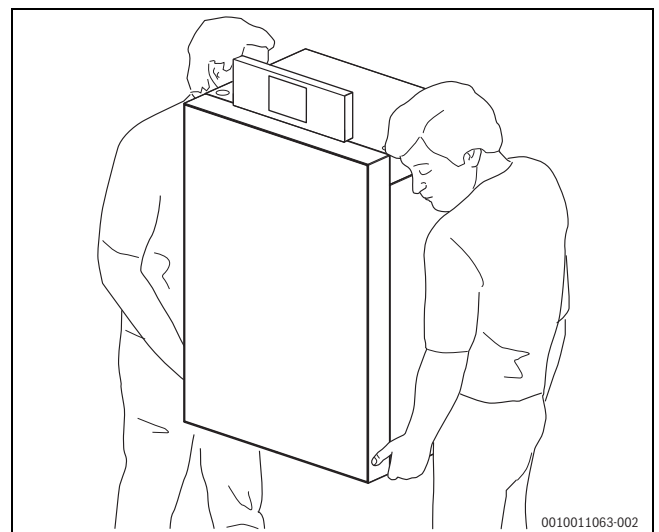

Bild 10 Heizkessel tragen
- ▶ Heizkessel wie in Bild 10 dargestellt, heben und tragen.